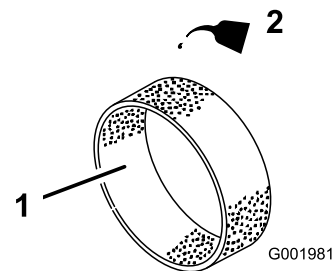

Figura 46
- Applicate circa 30 – 60 ml d'olio sull'elemento (Figura 46).